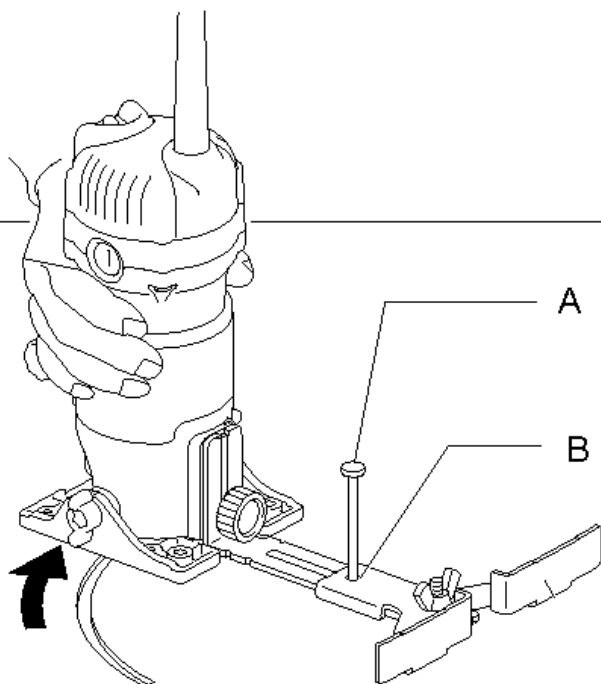

Рис.7
Соотнесите отверстие для крепежа (B) на направляющей и центр круга, который планируете резать. Воткните гвоздь (A) диаметром не более 6 мм в отверстие для крепежа, чтобы зафиксировать направляющую. При работе вращайте фрезер относительно гвоздя по часовой стрелке. (рис.7)